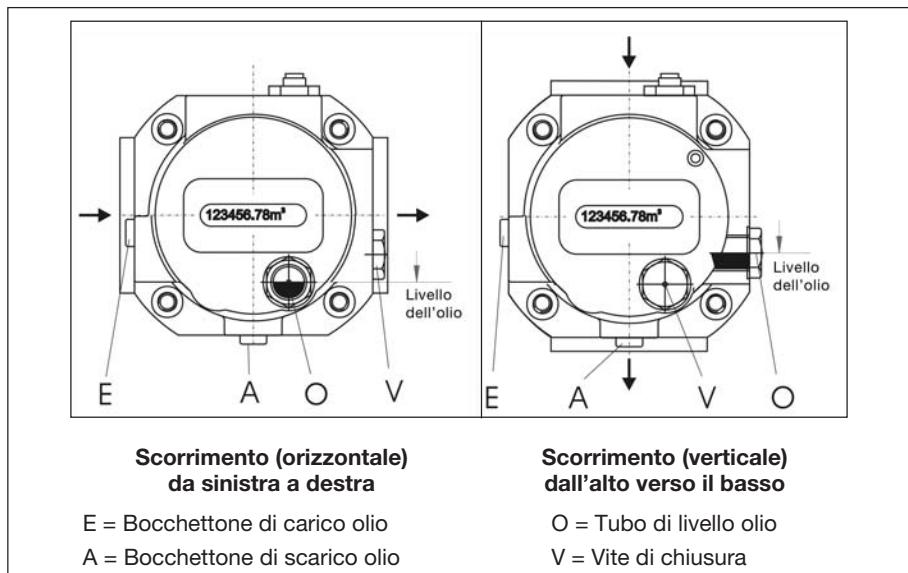

Figura 7: Posizione di montaggio orizzontale e verticale, riempimento olio e indicatore livello olio **tipo RVG-ST**
- In caso di **scorrimento orizzontale** sono disponibili due aperture di carico dell'olio E o V. L'apertura di scarico A si trova nel punto più basso. Il tubo di livello O si trova sulla parte anteriore del contatore sotto al totalizzatore (Figura 7 a sinistra).
- In caso di **scorrimento verticale** è disponibile soltanto l'apertura di carico dell'olio E. L'apertura di scarico A si trova nel punto più basso. Il tubo di livello è sistemato a destra sul coperchio anteriore del corpo contatore (Figura 7 a destra).